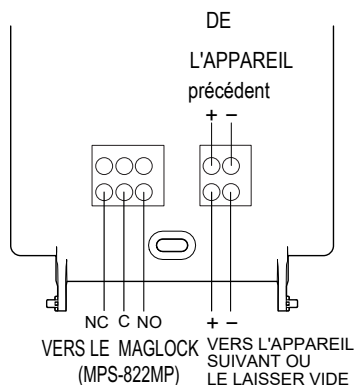

Figure 4 Câblage
3. Câblez comme indiqué dans la figure 4.